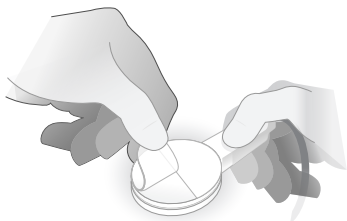

Figura 3-3: Remova o protetor traseiro
4. Remova o protetor traseiro do sensor para expor o adesivo (veja a Figura 3-3). Não dobre o sensor ao remover o protetor traseiro.